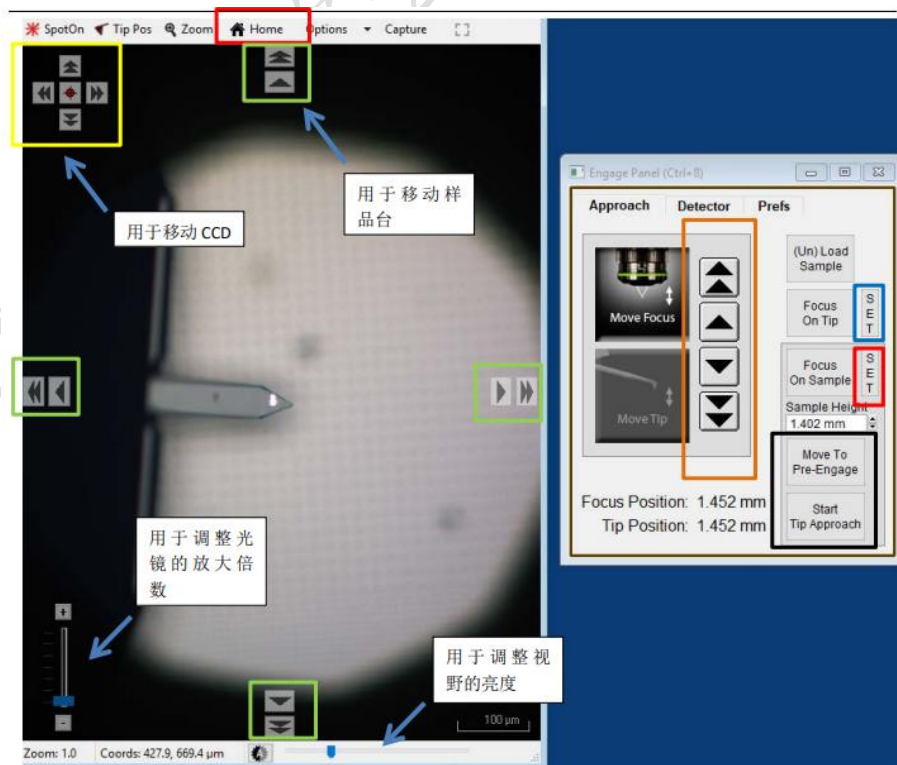

图 6-12
(15) 针尖定位。在“Video”窗口，点击“Tip Pos”，鼠标箭头会变成一个小旗子，放在针尖上，然后鼠标再次点击“Tip Pos”，变回鼠标箭头模式。
(16) 聚焦样品表面。继续向下调节聚焦，直至聚焦在样品表面上，点击 Focus on Sample 的右侧的 SET 按钮，此时可以看到 Sample Height 的数值会更新。
(17) 点击图 6-12 中标黑的“Move To Pre-Engage”按钮，这会使探针位于样品表面 70 $\mu\text{m}$  的位置。观察激光光斑是否有偏移，如果有可以微调其位置。
(18) 点击“Sum and Deflection Meter”窗口的 Zero PD，使 Deflection 调零（接近 0 即可）。
(19) 寻峰/Tune，即寻找所用探针的共振频率并设置空气的 Free Amplitude 值（Target Amplitude），点击“Master Panel”窗口右侧栏的“Tune”按钮，“Cantilever Tune”窗口会弹出，点击“Auto Tune”按钮即，稍等片刻，可以观察到寻峰结果，寻峰得到的相关参数（Drive Amplitude 和 Drive Frequency）会自动保存，此时可以关闭该窗口。